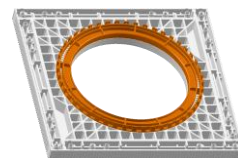

Fig 2
- Genom att använda medföljande 12 mm distansring, se Fig 2. Ringen trycks fast i monteringsplattan. Brunnen skruvas sedan fast, genom distansringen, ner i plattan, med de medföljande skruvarna (3,5 x 30 mm)